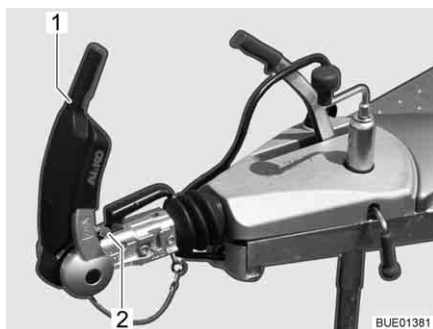

Fig. 95 Indicatore guarnizioni di attrito davanti e dietro
- Aprire la maniglia di stabilizzazione (Fig. 95,1).
Il controllo avviene mediante l'indicatore che si trova davanti alla maniglia del gancio (Fig. 95,2).